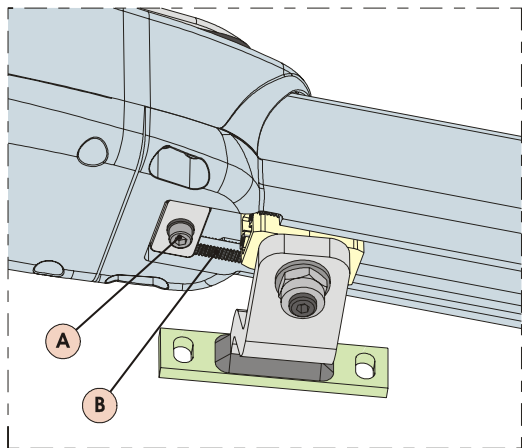

Fig. 17
- 3) Desserrer la vis de fixation, Fig.17 réf.A. Il n'est pas nécessaire d'enlever complètement la vis.
**ATTENTION:** L'arrêt mécanique travaille accouplé à un secteur denté, Fig.17 réf. B; en cas d'empêchements durant l'actionnement, s'assurer que l'accouplement est libre. **NE PAS FORCER.**